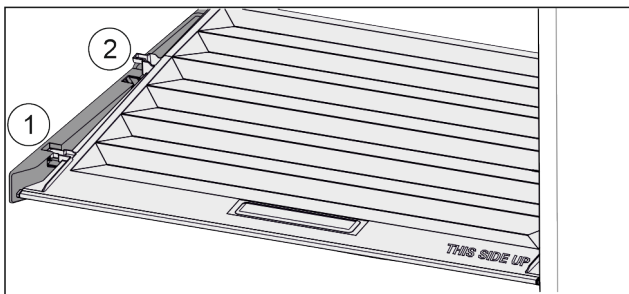

Fig. 150
- ▶ Húzza előre Fig. 150 (1) a fedelet a tartóelemek nyílásáig.
- ▶ Emelje meg hátul alulról, és felfelé vegye ki Fig. 150 (2).